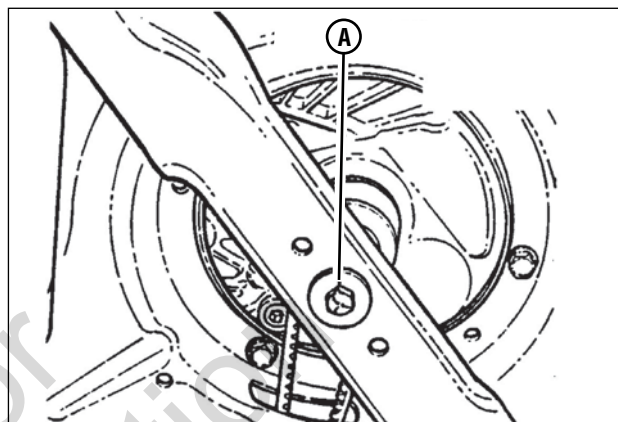

Figure 14 : Serrage de la vis de capuchon de lame
2. Basculez la tondeuse vers le haut sur ses roues arrière pour accéder à la vis du capuchon de lame (A, Figure 14). Ne basculez pas la machine avec le carburateur ou la bougie en bas.